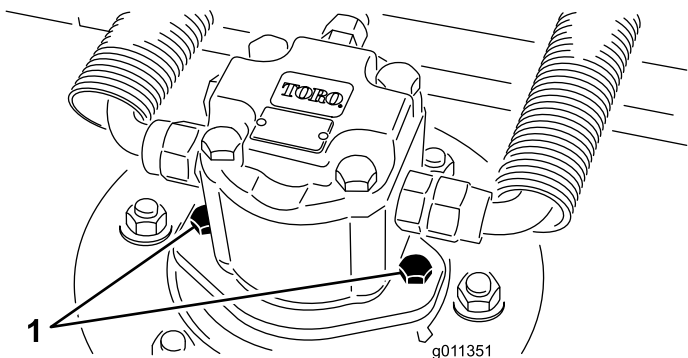

Bild 118
2. Schließen Sie den Hydraulikmotor vom Mähwerk ab und nehmen ihn ab (Bild 118). Decken Sie die Spindeloberseite ab, um einer Verunreinigung vorzubeugen.
3. Montieren Sie den Hydraulikmotor am Mähwerk (Bild 118). Stellen Sie sicher, dass sich der O-Ring unbeschädigt in seiner Position befindet.